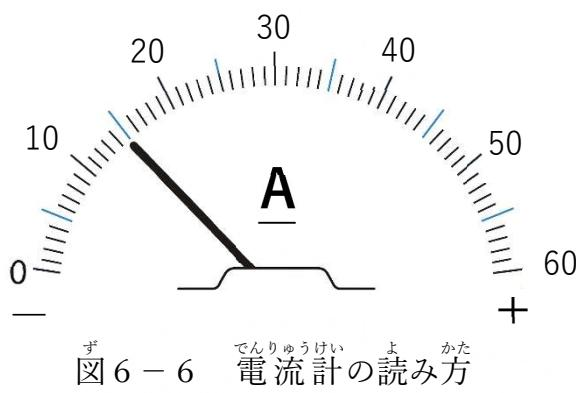

図 6-6 電流計の読み方
- アナログ電流計：針で電流値を表します。図6-6では15Aになります。